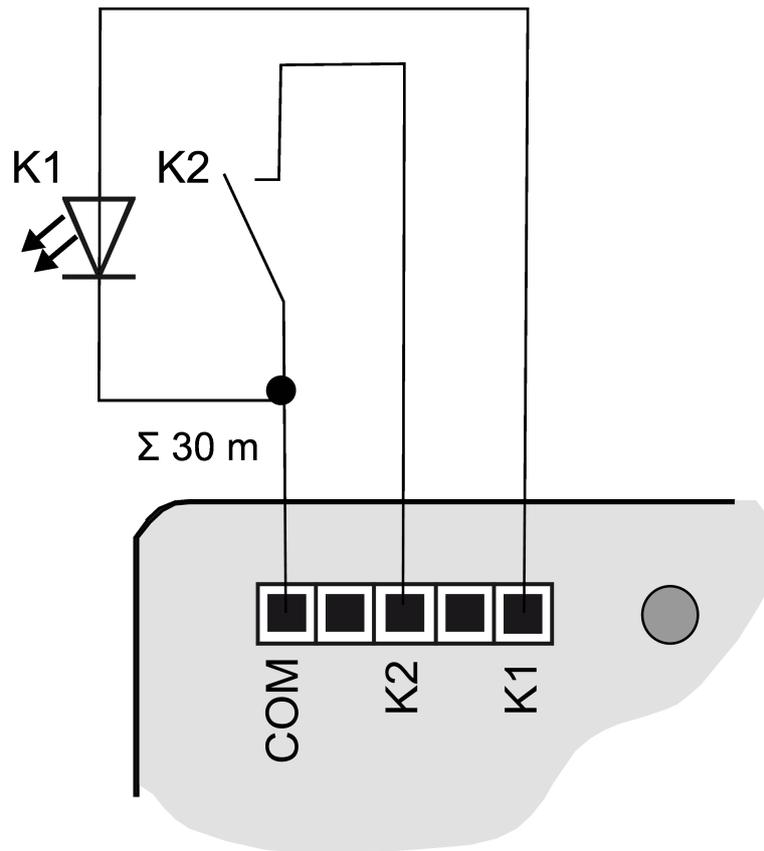
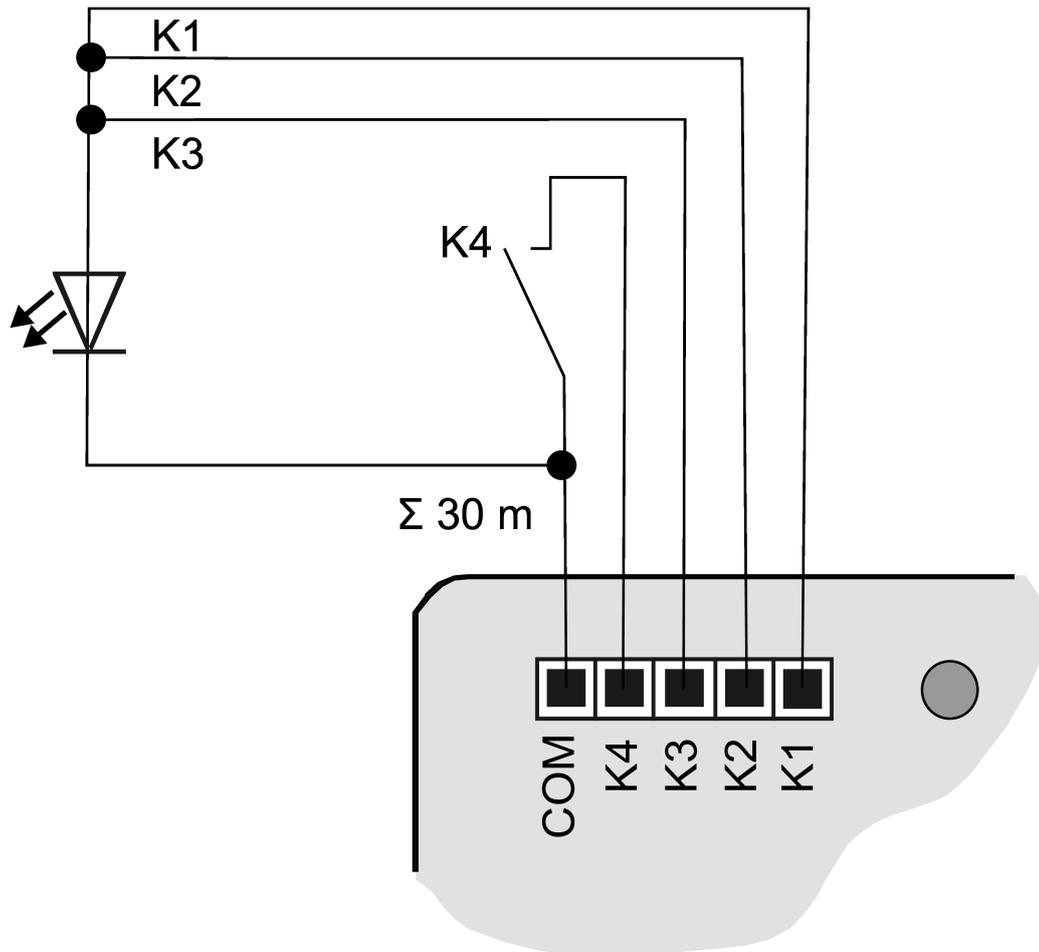

Bild 6: Anschlussbeispiel Tasterschnittstelle 2fach
Bild 9: Anschlussbeispiel mit parallelgeschalteten Ausgängen
- Taster, Schalter, Kontakte, LED oder NTC gemäß Anschlussbeispiele mit beiliegten Anschlussleitungen (4) anschließen (siehe Bild 6) bis (siehe Bild 9). Die Anschlussbeispiele zeigen die Verwendung mit Eingängen und Ausgängen.
- i** Zur Erhöhung des Ausgangsstroms können Ausgänge bei gleicher Parametrierung auch parallel geschaltet werden, im Beispiel (siehe Bild 9) **K1-K3** sind hier parallel geschaltet.